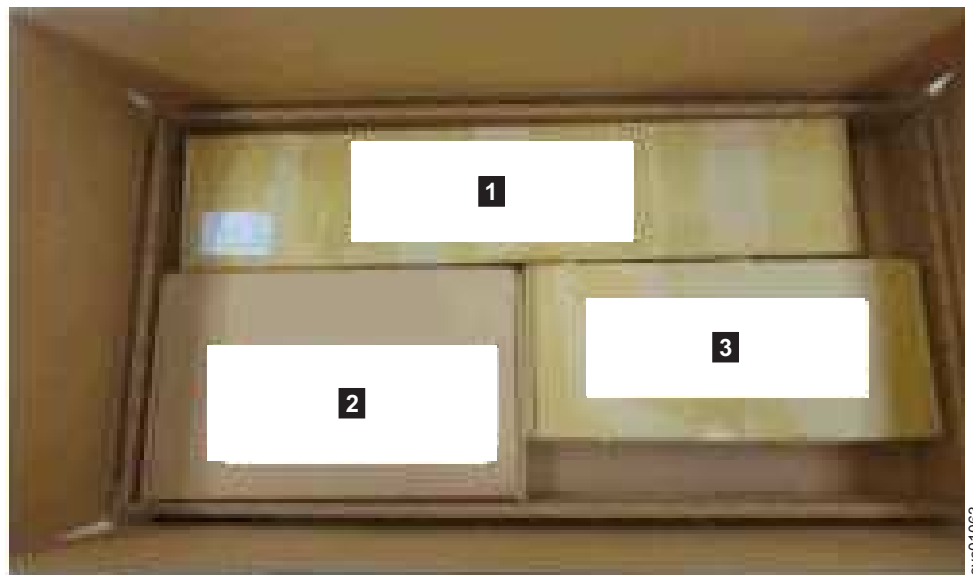

图 49. 包含扩展机柜部件的托盘
2145-92F 扩展机柜和大部分部件都一起在一个大包装箱中装运。机柜顶部的托盘中包含前面板（1U 和 4U 部分）、理线臂（CMA）和滑动导轨套件；您必须安装这些部件。图 49 显示了如何包装机柜以便装运。
6. 从包装箱中取出装运的支撑导轨套件（**1**，如第 56 页的图 49 所示）。
17. 将理线臂组合件从其包装中取出（第 56 页的图 49 中的 **2**）。